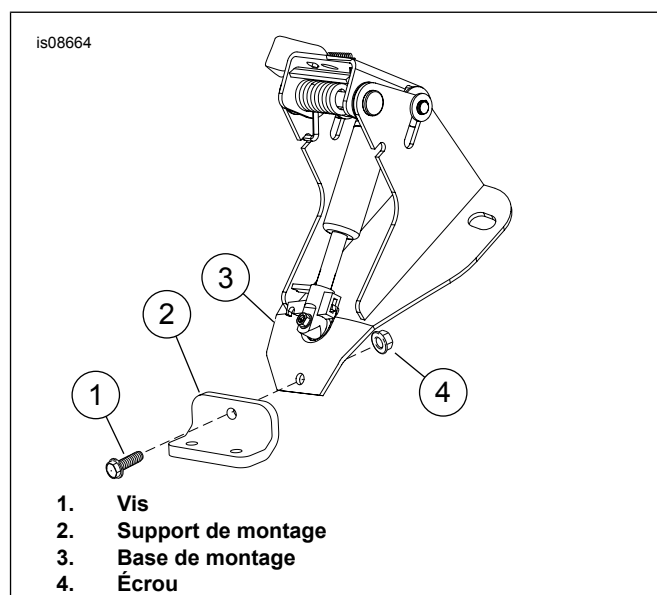

Figure 5. Installation du support
3. Consultez Figure 5 . Fixer le support de montage (2) à la base de montage (3).
4. Installer la vis (1) et l'écrou (4) comme indiqué. Laissez les fixations desserrées.